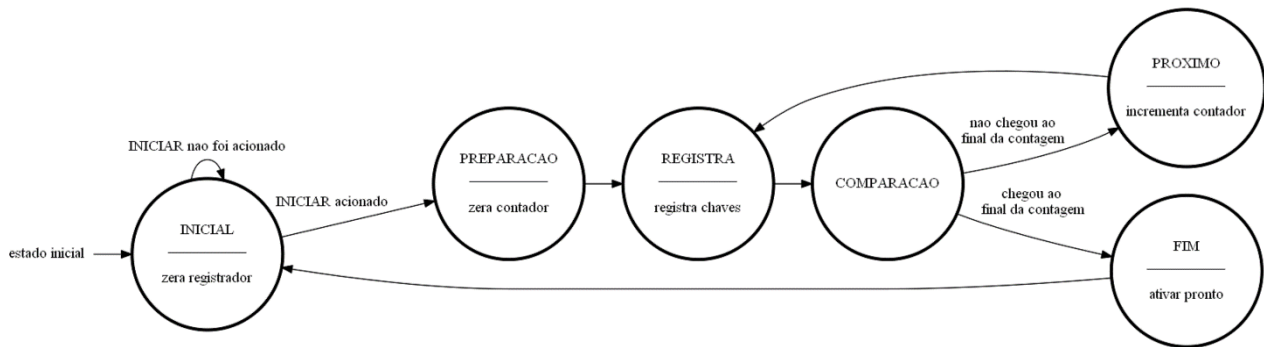
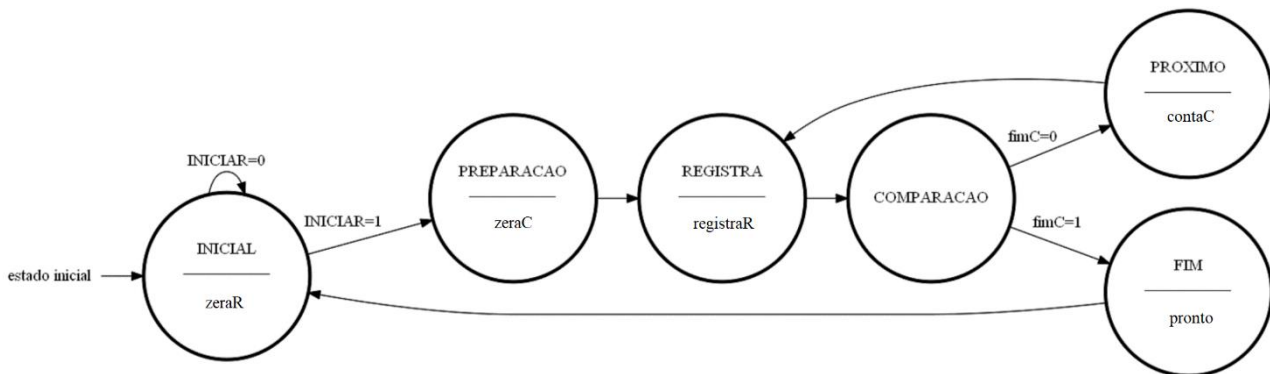

Figura 8: Diagrama de Transição de Alto Nível do Circuito para a Atividade 1
Figura 9: Diagrama de Transição de Estados da Unidade de Controle do Circuito para a Atividade 1
- d) O projeto da **unidade de controle** pode ser iniciado pelo pseudocódigo do circuito. Uma análise do algoritmo de funcionamento do circuito apresentado no item 1.1.a resulta na **máquina de estados de alto nível** da Figura 8. Observe que no diagrama temos apenas comandos e condições escritos em linguagem natural.
Os comandos de alto nível da máquina de estados devem ser traduzidos para sinais de controle³ dos elementos do fluxo de dados do circuito digital. O diagrama de transição de estados da unidade de controle resultante é apresentado na Figura 9.
Repare também que o diagrama de transição de estados da Figura 9 apresenta os sinais de controle do fluxo de dados associados ao respectivo comando de alto nível do diagrama da Figura 8. Em seguida, note que, nas transições de estados, cada sinal avaliado corresponde ou a um sinal gerado pelo fluxo de dados⁴ (cada sinal desses é, também, conhecido como **signal de condição**), ou a um sinal de entrada de controle do circuito (p.ex., *iniciar*).